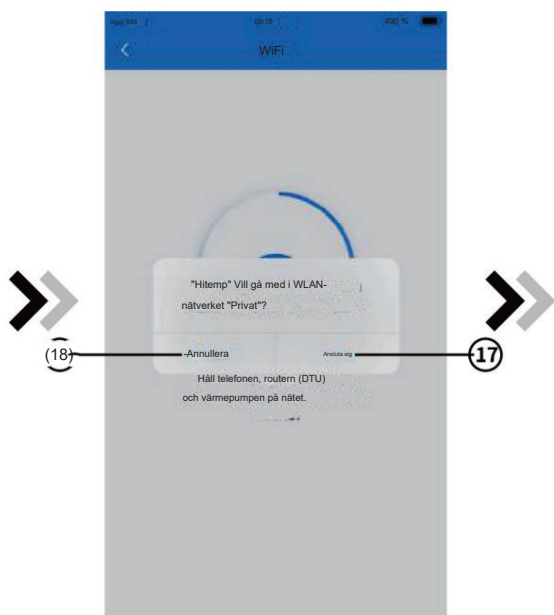
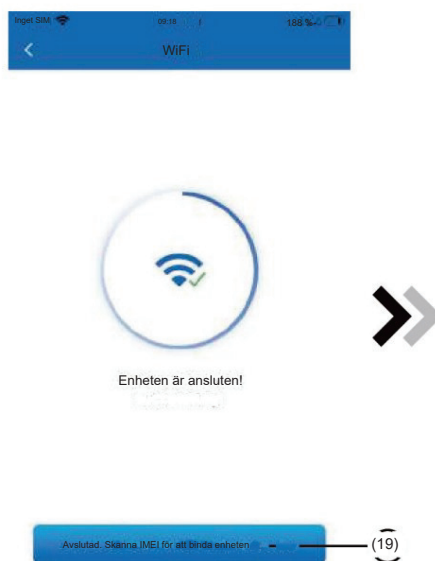

Fig.13 Konfigurera nätverksgränssnitt
Fig.14 Bond Device-gränssnitt
4. Skjut sidan bakåt för att konfigurera nätverksgränssnittet, klicka på 16 för att vända nästa sida (fig. 12), klicka för att ansluta till WLAN-nätverket, klicka på 18 för att avbryta (fig. 13); klicka 19 för att fästa enheten (fig. 14);